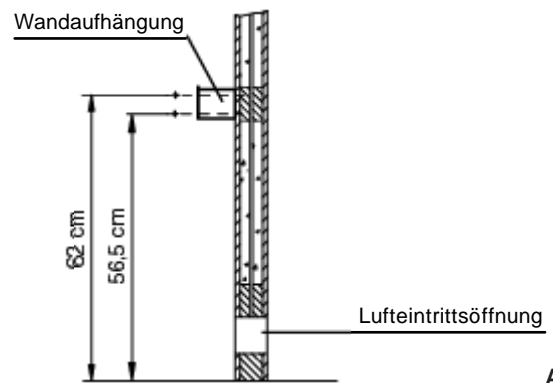

Abb. 5
1. Wandhalterung gemäß Abb. 5 + 6 mittig über der Lufteintrittsöffnung mit den beigefügten Spanplattenschrauben an der Kabinenwand festschrauben.